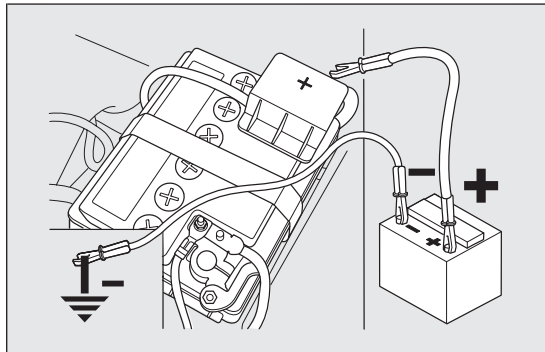

fig. 140
- ☐ collegare i morsetti positivi (segno + in prossimità del morsetto) delle due batterie con un apposito cavo fig. 140